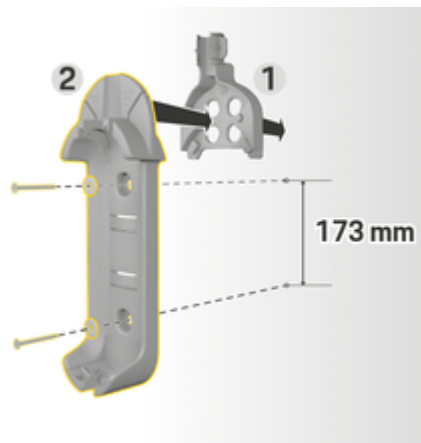

Fig. 60: Dimensões de perfuração
3. Pressione o suporte básico para parede 2 (Fig. 60) na passagem do cabo 1 (Fig. 60) pela parte da frente.